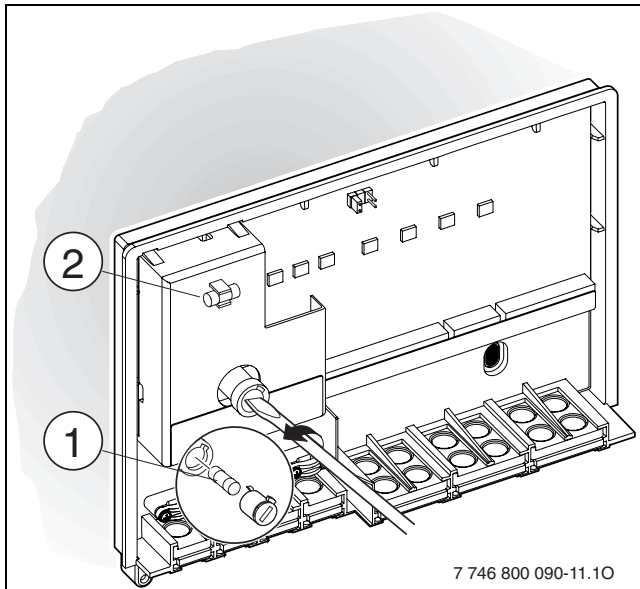

Fig. 14 Substituição de fusível
- Substituir fusível (→ fig. 14, [1]). Está disponível um fusível sobressalente [2] na cobertura.